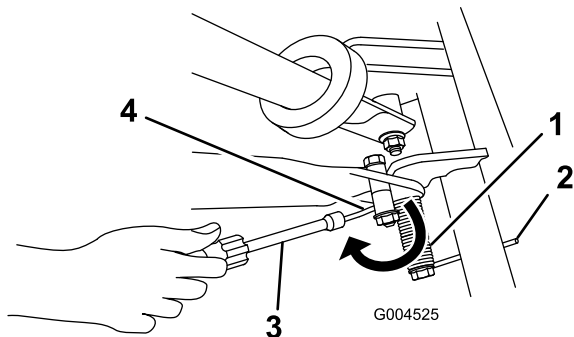

Figure 7
6. Placez une clé à écrous sur l'extrémité du ressort en la dirigeant vers l'arrière et faites passer l'extrémité du ressort sous l'entretoise de la béquille (Figure 7).